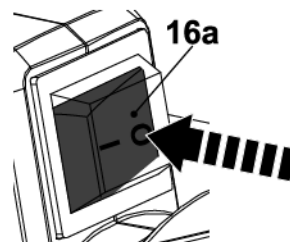

Fig. 12
- > Presione la "O" del interruptor ON/OFF (encendido/apagado) (16a) para apagar el producto (Fig. 12).